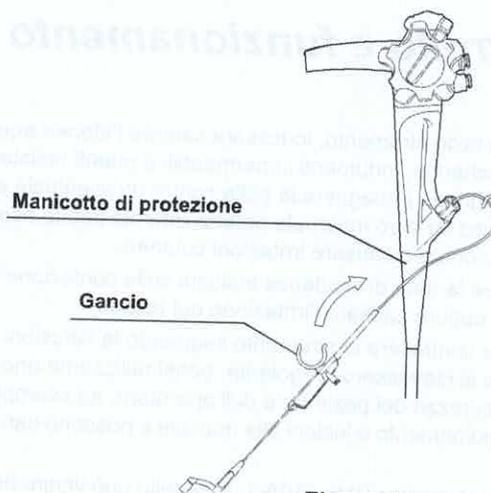

Figura 1
1. Premere il gancio sul manicotto dell'endoscopio ed assicurarsi che sia ben saldo (vedi Figura 1).
1. Premere il gancio sul manicotto dell'endoscopio o sul dispositivo di controllo ET per collegare lo strumento (vedi Figura 1 a pagina 6).